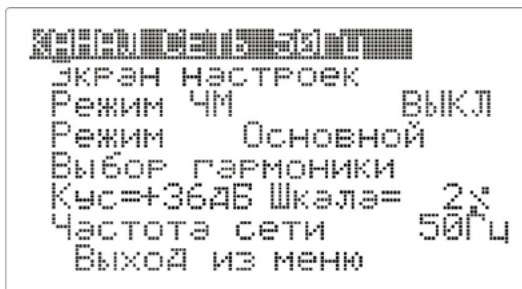

Рисунок 7 – Действия в экране меню
- 4.7.2. Действия в экране меню (Рис. 7) – п.п. 3...6, Таблица 5.